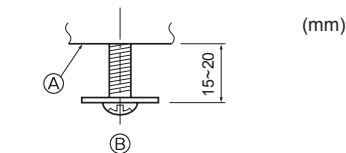

Fig. 5-7
5.3.3. Het rooster bevestigen (Fig. 5-7)